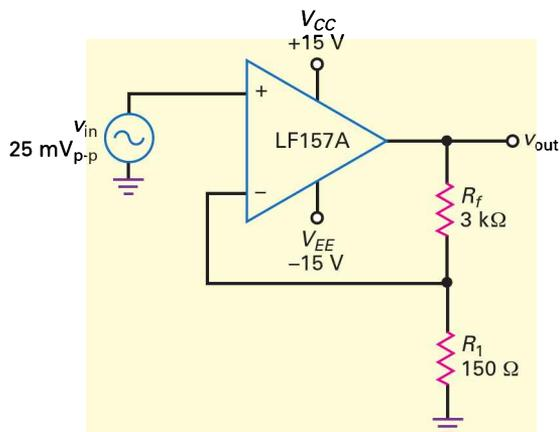

Figure 16.32
16.10 **III Multisim** Sur la figure 16.32, quels sont le gain en tension boucle fermée et la bande passante ? Quelle est la tension AC de sortie à 100 kHz ?
16.11 Quelle est la tension de sortie quand la tension v_{in} est réduite à zéro sur la figure 16.32 ? Utilisez les paramètres donnés dans l'exercice 16.9.